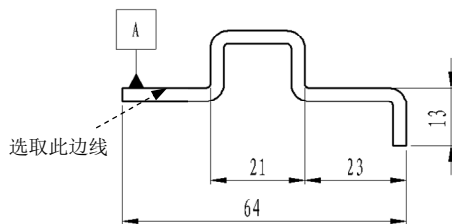

图 8.5.11 选取基准放置位置
(1) 选择命令。选择下拉菜单 **插入(I)** → **注解(A)** → **基准特征符号(B)...** 命令, 系统弹出“基准特征”对话框。
(2) 设置参数。在“基准特征”对话框 **标号设定(S)** 区域的 **A** 文本框中输入“A”, 在 **引线(E)** 区域中取消选中 ☐ **使用文件样式(U)** 复选框, 依次单击 ☐、☐ 和 ☐ 按钮。
(3) 选取基准特征放置位置。选取图 8.5.11 所示的边线, 放置基准特征如图 8.5.11 所示。
(4) 单击“基准特征”对话框中的“完成”按钮 ☒, 完成基准面的标注。